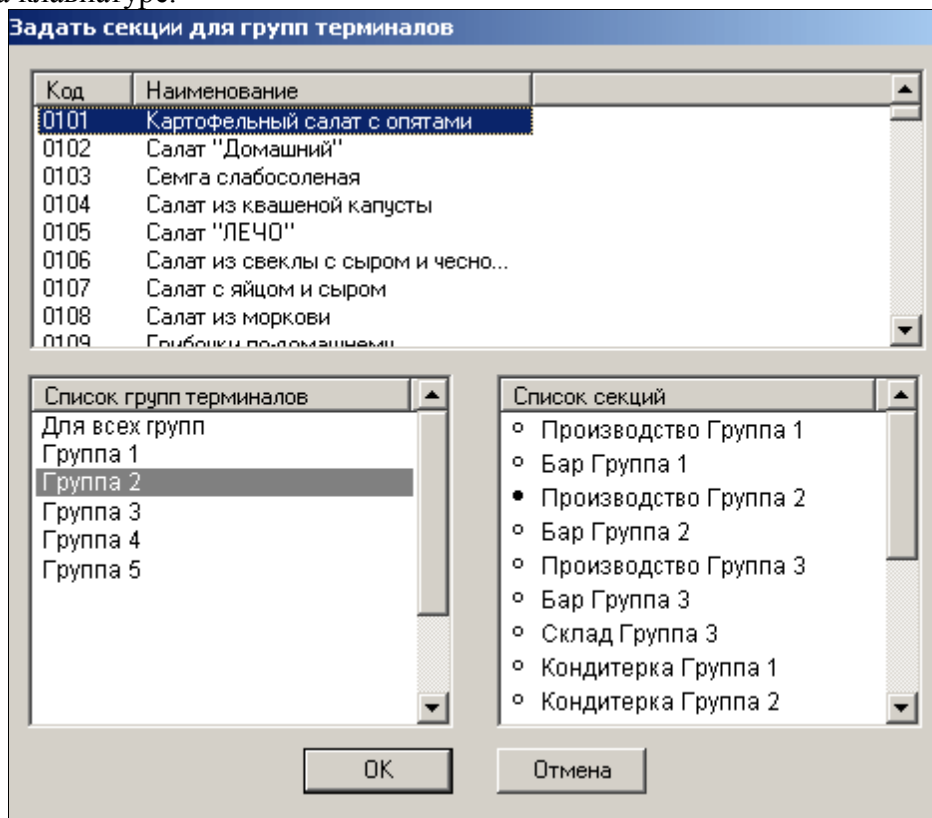

Рис. 5.23.
3. в появившемся окне (см. рис. 5.23.) выбрать в верхней части окно необходимые блюда, а в нижней части окна выбрать необходимую группу терминалов и секцию;